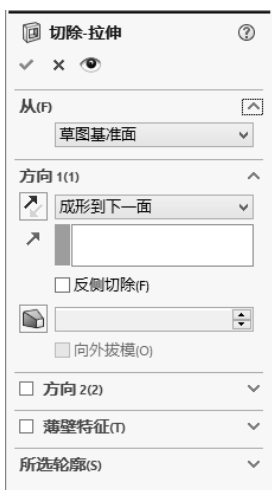
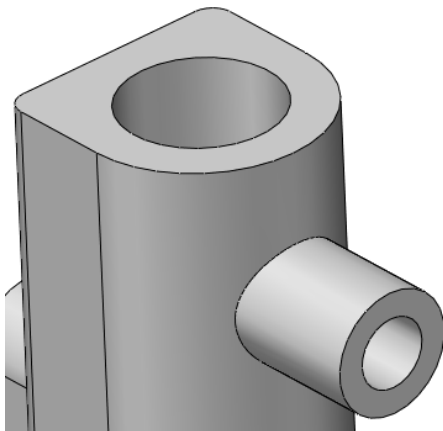

图 12-75 “切除-拉伸”属性管理器 1
图 12-76 拉伸切除孔
**04** 拉伸-切除实体。单击“特征”控制面板中的“拉伸切除”按钮，此时系统弹出图 12-75 所示的“切除-拉伸”属性管理器。选择上步绘制的草图作为拉伸截面，设置终止条件为“成形到下一面”，然后单击属性管理器中的“确定”按钮，结果如图 12-76 所示。